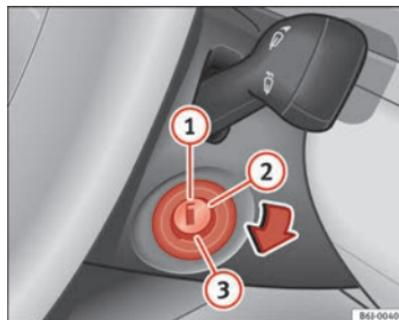

Fig. 97 Posiciones de la llave de contacto
En esta posición ⇒ fig. 97 el encendido y el motor están desconectados pudiéndose bloquear la dirección.
- Gire la llave de contacto hasta la posición ⇒ fig. 97 ②. El testigo  se encenderá en caso de precalentamiento del motor.
- En cuanto se apague el testigo, gire la llave de encendido a la posición ③ para poner en marcha el motor y no pise el acelerador.
- Gire la llave de contacto a la posición ⇒ fig. 97 ①.